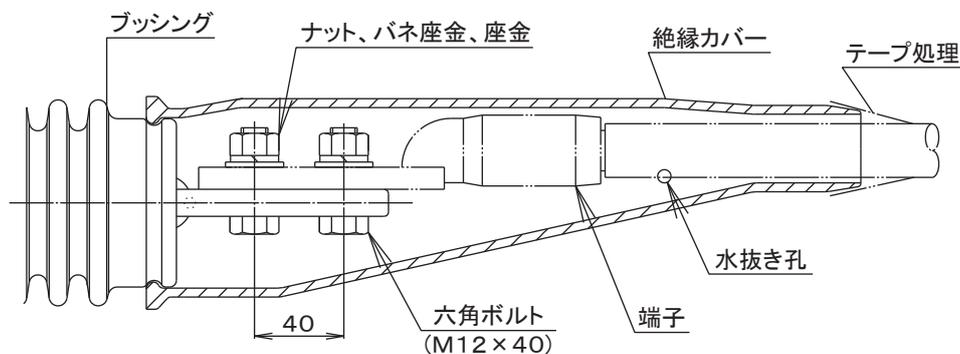

図6
- ① 圧縮端子が接続できるスタッド方式で、孔数および寸法は図6のとおりです。六角ボルト・ナット・バネ座金・座金および端子カバーを付属しています。
- ② なお、圧縮端子6個はお客様でご用意ください。
- ③ 端子カバーは水抜き孔が下方となるように装着してください。